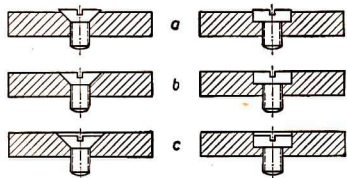

Bild 19 Senkungen
14. Beurteile die in Bild 19 gezeigten Arbeitsergebnisse!